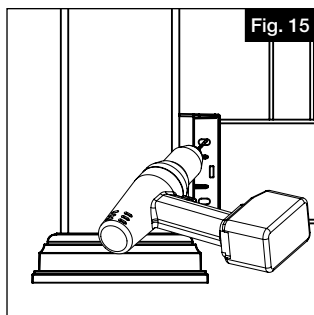

Fig. 15
- Para cada soporte instalado, taladre en el centro de cada agujero alargado con una broca de $\frac{1}{8}$ " (Fig. 15).